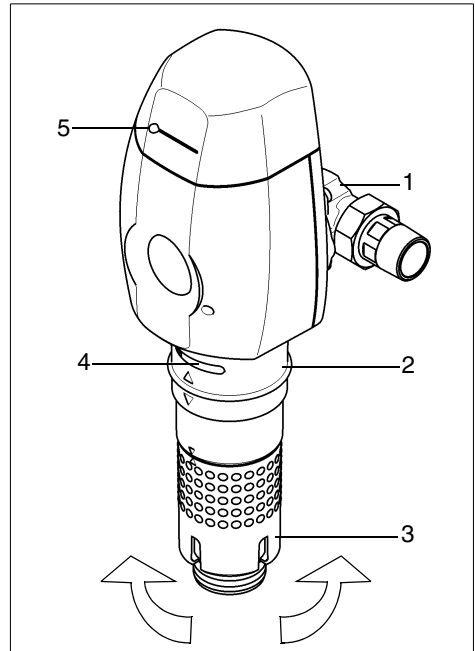

Abb. 7: Funktionsbeschreibung
**i** An der Abdeckhaube des Einbaudrehflansches ist ein Anzeigeknopf angebracht. Er lässt sich entlang der Monatsskala verschieben. Dadurch kann das Rückspülintervall überwacht werden (siehe Abb. 7).